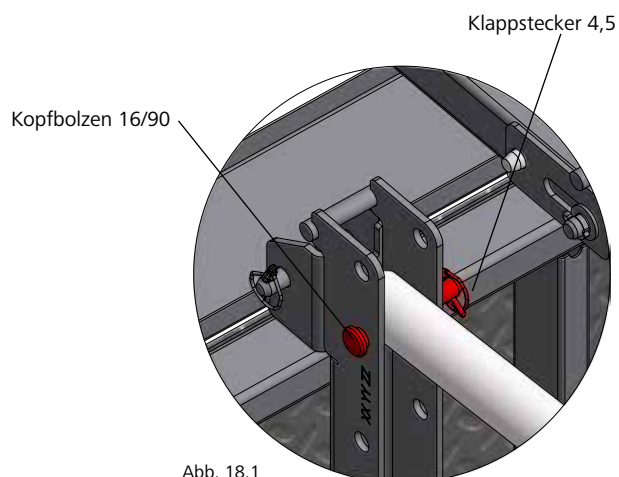

Abb. 18.1
- oben an den Schienen der MIS Bühne verbolzt (Abb. 18.1) und